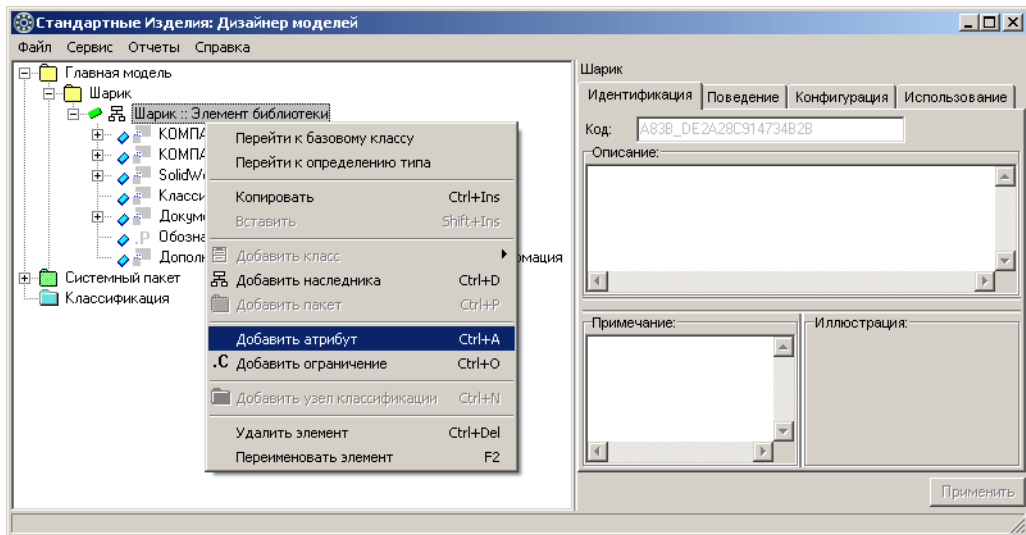

Рис. 3.8.
1. Укажите класс *Шарик :: Элемент библиотеки* и вызовите из контекстного меню команду **Добавить атрибут** или нажмите клавиши <Ctrl>+<A> (рис. 3.8).